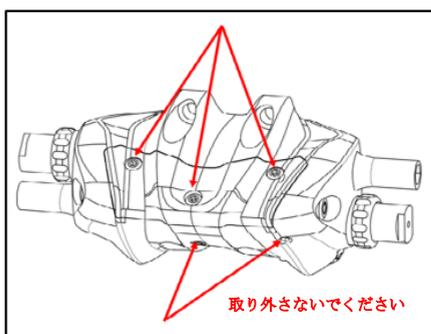

図 K-2 ボルトを取り外さないでください
- ・ 図 K-2 で示された、シリンダーセクションに位置する油圧キャップボルトを外さないでください。ボルトを外すことにより、システムの異常を引き起こす可能性があります。